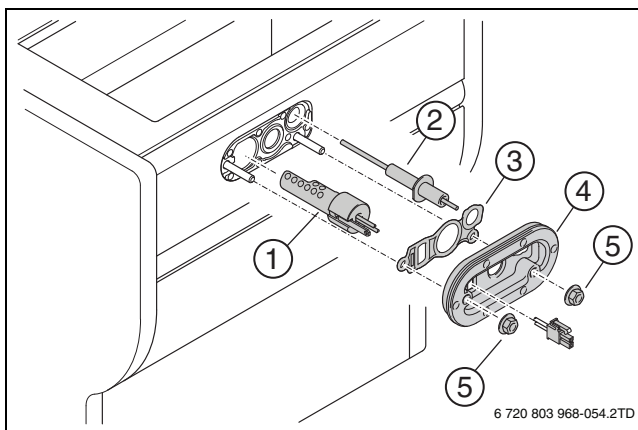

Fig. 61 Sostituzione del dispositivo di accensione
- ▶ Ogni 4 anni sostituire la guarnizione (→ fig. 61, [3]) e la piastra di copertura con la guarnizione (→ fig. 61, [4]).